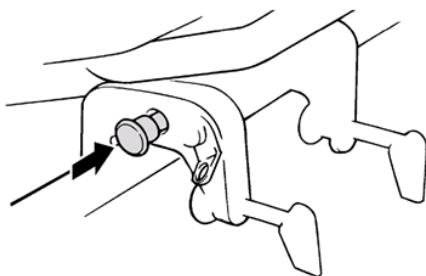

Рис. 24 Фиксатор наклона
- Удерживая мотор в поднятом положении правой рукой, левой рукой нажмите на фиксатор наклона и задвиньте его в корпус кронштейна крепления (Рис. 24). Осторожно отпустите мотор, он должен остаться в поднятом положении.
- Немного наклоните лодочный мотор на себя и вытяните фиксатор наклона (Рис. 24).